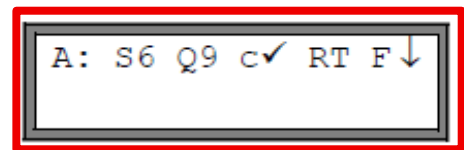

Abbildung 11: Tabelle zur Qualitätsbeurteilung der Messung
- **Qualitätsbeurteilung der Messung** (siehe Abbildung 11)